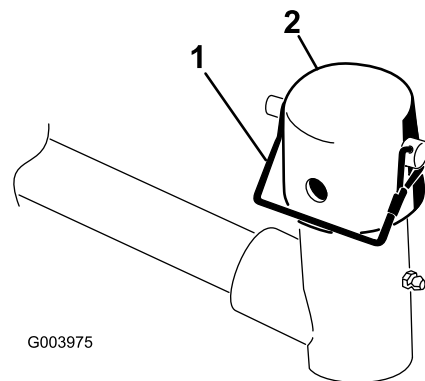

図 10
- 7. 昇降アームのピボットヨークからスナッパピンとキャップを取る (図 10)。
11. スナッパピンを使って、キャップとキャリアフレームのシャフトとを昇降アームのヨークに固定する。カッティングユニットをステアリングモードで使う場合はスロットを使い、固定モードで使用する場合には、穴を使う (図 10)。